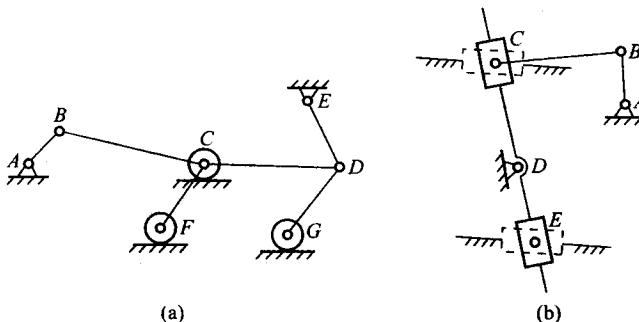

图1-5 题1.4.3图
1.4.3 图1-5中的机构有几个局部自由度? 几个复合铰链?